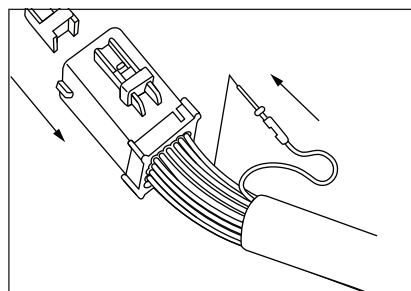

Figura 2
3. Reinstale la cuña bloqueadora en el conector (Figura 2)